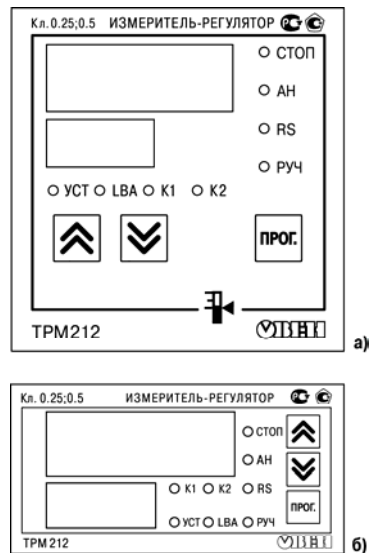

Рис. 12
3.2.2.1. На рис. 12, а приведен внешний вид лицевой панели прибора TPM212 для корпусов настенного (Н) и щитового (Щ1) крепления, а на рис. 12,б – щитового (Щ2).